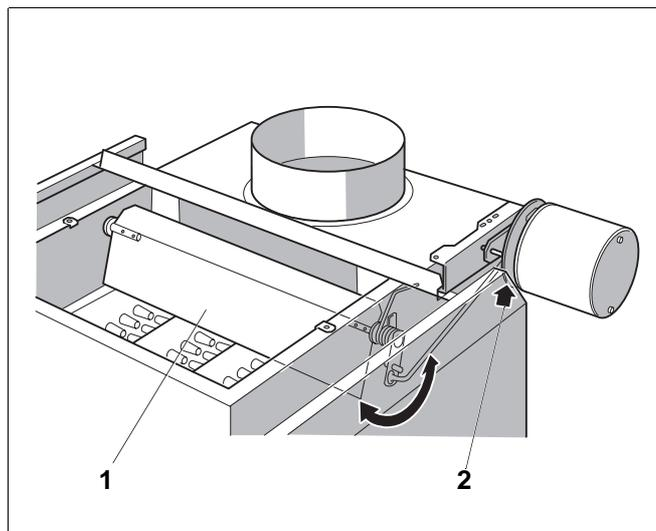

Abb. 31 Abgassperrklappe in Stellung „ZU“
- Bei Wärmeanforderung muss die Abgassperrklappe (Abb. 31, **Pos. 1**) in Stellung „AUF“ gehen. Kontrollieren Sie dies anhand der Bewegung des Stellhebels (Abb. 31, **Pos. 2**). Erst nachdem die Endstellung „AUF“ erreicht ist, darf der Brenner in Betrieb gehen.